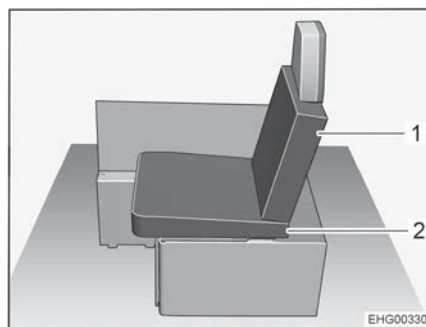

Fig. 25 Dopo la trasformazione
- Collocare uno dei cuscini del divano sinistro come cuscino (Fig. 25,2) sulla cassapanca. Prestare attenzione alla forma a cuneo del cuscino: il cuscino deve essere inclinato leggermente verso lo schienale (vedere Fig. 25).
- Collocare uno dei cuscini aggiuntivi come cuscino dello schienale (Fig. 25,1) sullo schienale del sedile installabile.